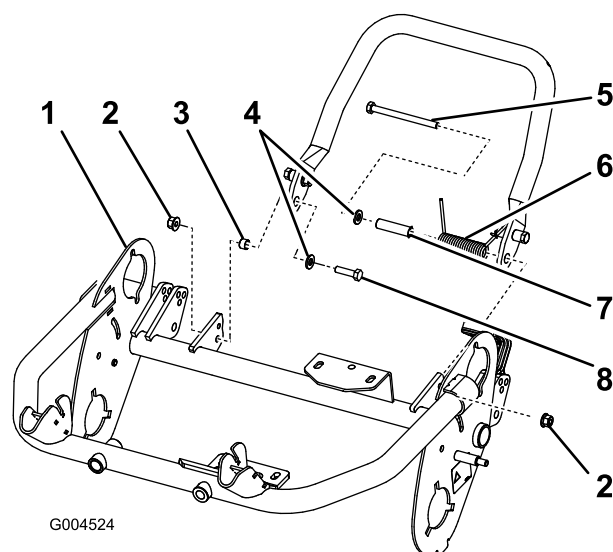

Figura 6
- Instale una arandela (M8) en el perno pequeño (M8–1,25 x 030). Instale el lado derecho del soporte en el bastidor con el perno y la arandela, el espaciador pequeño, y la contratuerca (M8 1,25) (Figura 6). Asegúrese de instalar el perno desde el interior del bastidor, según se muestra en Figura 6.
Importante: Al instalar el muelle, coloque un extremo del mismo debajo del bastidor trasero (Figura 6).
- Instale el lado izquierdo del soporte en el bastidor con el perno y la arandela, el espaciador grande, y la contratuerca (M8–1,25) (Figura 6). Asegúrese de instalar el perno desde el interior del bastidor, según se muestra en Figura 6.